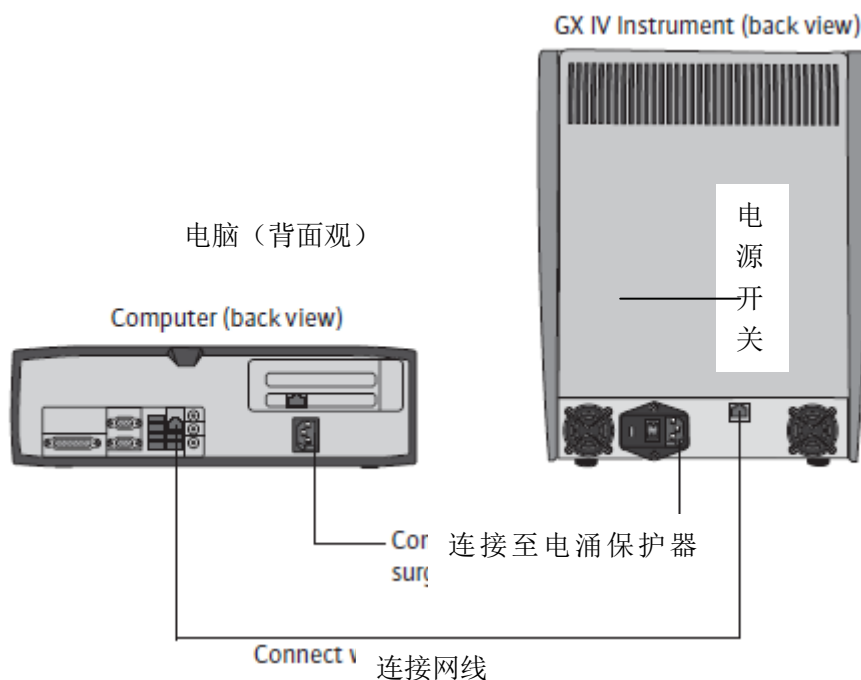

图2-1 将GeneXpert IV 设备连接到电脑上
4. 将以太网电缆的另一端连接到设备后面下方的网络端口上（图2-1）。